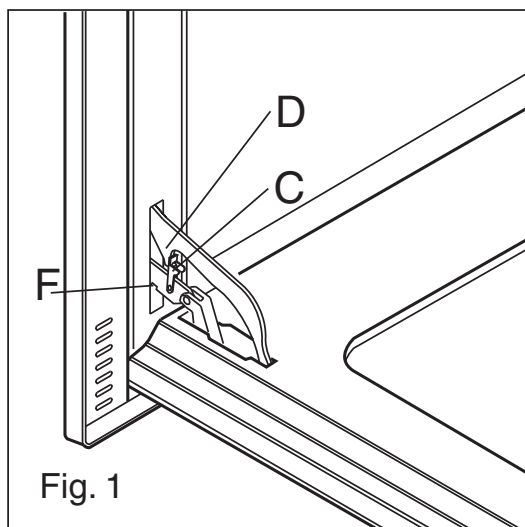

Fig. 1
Om de oven makkelijker goed schoon te maken is het handig om de deur te demonteren, waarbij u zich aan de volgende aanwijzingen moet houden. Doe de verbinding (C) (fig. 1) in het scharniergedeelte (D). Zet de deur in de halfgeopende stand en trek de deur met beide handen naar u toe totdat deze losschiet van de bevestiging. Om de deur weer te monteren moet u in de omgekeerde volgorde handelen en erop letten dat u de twee geleiders (F) er op de juiste manier in doet.
Para facilitar limpezas profundas do forno é prático desmontar a porta seguindo as seguintes instruções: insira o enganche (C) (fig. 1) na dobradiça (D). Coloque a porta na posição semi-aberta e com as duas mãos puxe para si a porta até quando a mesma se desengancha do prendedor. Para remontar a porta efetue a operação no sentido inverso tomando o cuidado de introduzir corretamente as duas guias (F).
Ved hovedrengøring af ovnen er det praktisk at afmontere ovnlågen ved at benytte følgende fremgangsmåde: Indsæt krogen (C) (fig. 1) i hængelsektionen (D). Indstil ovnlågen i halvt åben position og tag fat i den med begge hænder og træk den udad, indtil den løsnes. Montér ovnlågen på ny ved at udføre ovennævnte indgreb i omvendt rækkefølge og kontrollér, at de to skinner (F) indsættes korrekt.
För att underlätta vid grovrengöring av ugnen kan det vara praktiskt att nedmontera ugnsluckan. Gör på följande sätt: För in haken (C) (fig. 1) i gångjärnsenheten (D). Öppna ugnsluckan till hälften, fatta tag om den med båda händerna och dra den utåt tills den lossar från fästet. När du ska sätta tillbaka ugnsluckan igen upprepar du ovan nämnda anvisningar fast i omvänd ordning. Var noga med att de två styrskenorna (F) sätts i på rätt sätt.